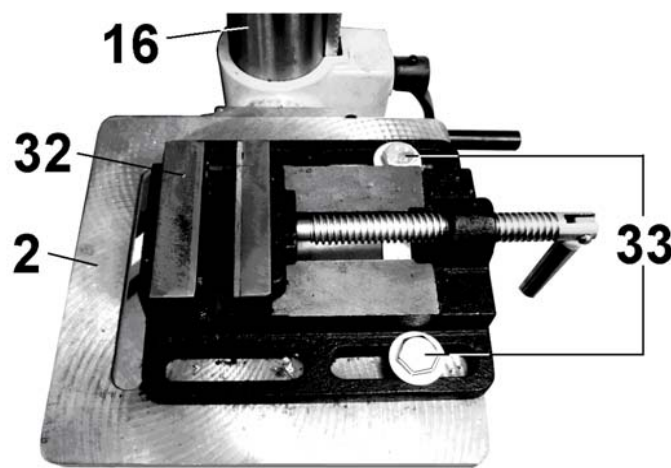

Рис.6.
9.12. Установите на рабочий стол (2) тиски (32) и зафиксируйте их положение специальными болтами (33), Рис.6.
10.7. Осевое перемещение шпинделя задается вращением штурвала ручками подачи (12), Рис.2. При сверлении отверстий контролируйте величину осевой подачи режущего инструмента во избежание контакта режущего инструмента с тисками (32) или рабочим столом (2), Рис.6